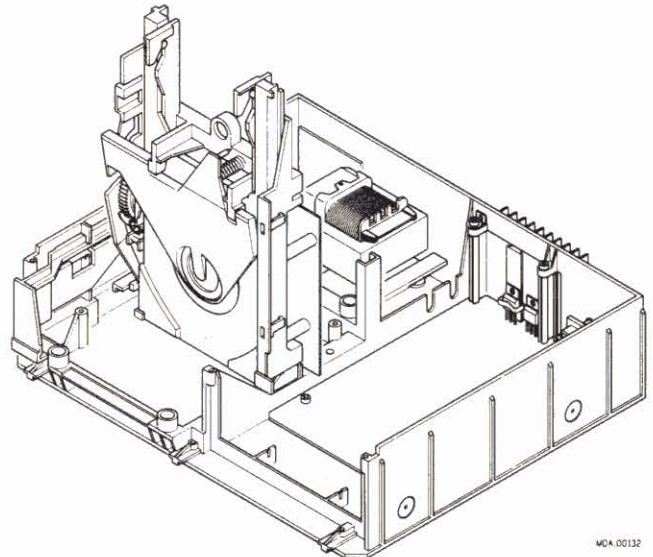

Fig. 3
(zie Fig. 3)
- Verwijder de schroef 4N × 10 en ring pos. 241 (zie exploded view van de kast) aan de achterzijde van het lademechanisme.
- De samenstelling lademechanisme/CDM/servo + pre.-ampl. print is nu uit het frame te nemen en is verticaal op te stellen in de daarvoor voorziene servicesteunen in het frame (zie Fig. 3).
- Bij montage van de samenstelling lademechanisme/CDM/servo + pre.-ampl.print dient erop gelet te worden dat de ophangrubbers en veren pos. 239 en 238 (zie exploded view van de kast) aanwezig zijn.